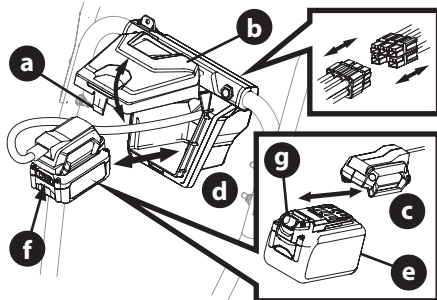

Figure 53
1. Installation du bloc-batterie (Figure 53):
NOTE : Au besoin, l'adaptateur de la batterie peut être déconnecté du faisceau de la batterie du démarreur (voir l'encadré de la Figure 53).
2. Retrait de la batterie (Figure 53):